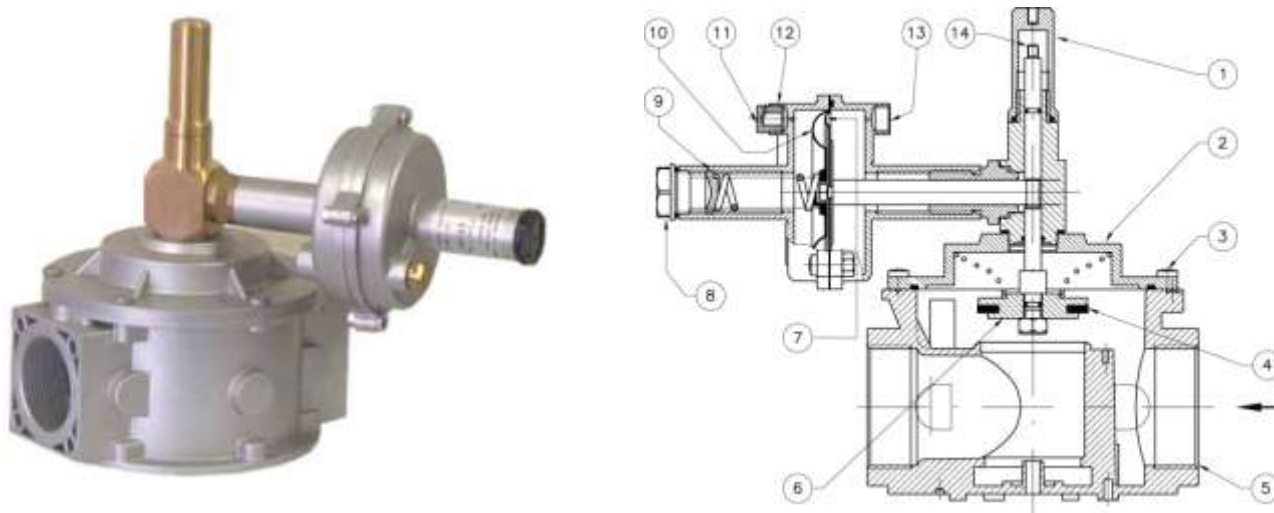

Рис. 1
Клапан (рис. 1) состоит из: рычаг механизма взвода / защитный колпачок (1); крышка (2); винты крепления крышки (3); уплотняющая прокладка (4); корпус (5); затвор (6); рабочая мембрана (7); алюминиевый колпачок (8); регулировочный винт (9); защитная мембрана (10); пылезащитный колпачок (11); отводящий патрубок G ¼" для вывода наружу (при необходимости) (12); патрубок G ¼" для подключения к системе после редуктора (13); стержень механизма взвода (14).
В модификациях с соединениями DN 20 ÷ DN 50: (см. рис. 1) отвинтить рычаг механизма взвода (1) и навинтить резьбовое отверстие «А» с ее обратной стороны на стержень механизма взвода (14).